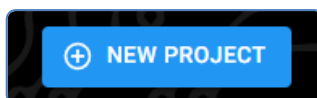

Рис. 1.4. Зовнішній вигляд кнопки для створення нового проекту
3. Натисніть кнопку «NEW PROJECT» (рис. 1.4).